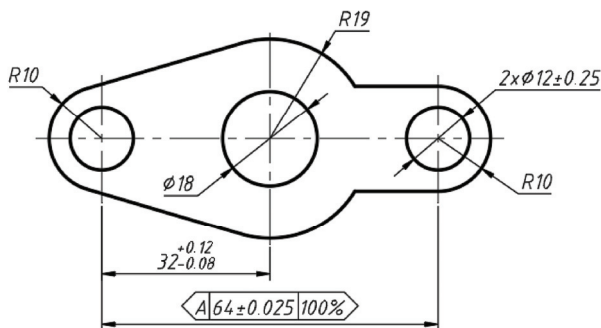

图 8-99 绘制和标注图形
- (1) 尺寸标注的组成要素包括哪些？
- (2) 如何创建标注样式？可以自行上机操练，以设置一种自定义的标注样式。
- (3) 什么是坐标标注？如何创建坐标标注？
- (4) 在什么情况下使用快速标注，标注效率较高？
- (5) 什么是多重引线？在什么情况下可以使用多重引线标注？
- (6) 如何为选定尺寸标注尺寸公差？
- (7) 如何创建带有指引线的形位公差？
- (8) 什么是检验标注？如何创建检验标注？
- (9) 上机练习：分别绘制和标注图 8-99 所示的图形。